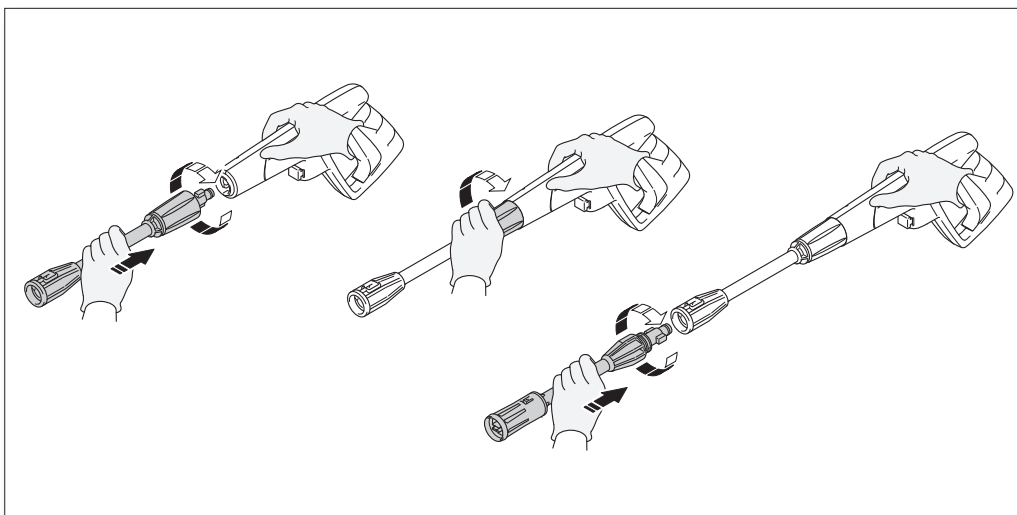

Fig. 8
- Lorsque le pistolet est en position verrouillée, insérez la lance à l'extrémité du pistolet en les poussant ensemble et en tournant simultanément dans le sens des aiguilles d'une montre. Pour les séparer, poussez-les l'un contre l'autre et tournez dans le sens inverse des aiguilles d'une montre. L'extension de lance doit être insérée dans le pistolet avant l'utilisation de tout autre accessoire, et de mettre le support de buse en remisage. Il est recommandé de laisser l'extension en place une fois connectée.. (**Fig. 8**)